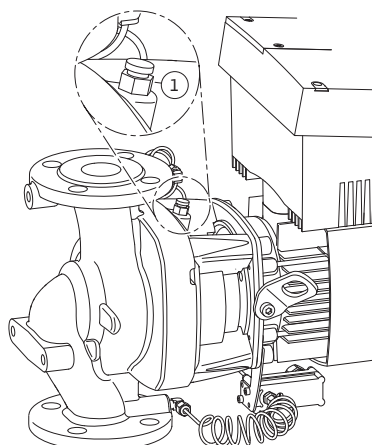

Fig. 48: Ilmausventtiili
6. Poista pumpun paine avaamalla ilmanpoistiventtiili (Fig. 48, pos. 1).